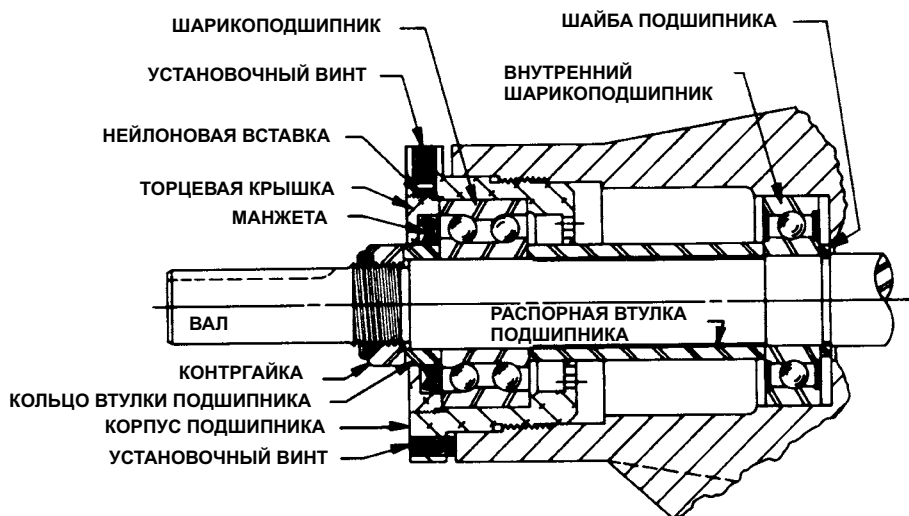

РИСУНОК 10 - БЛОК УПРОНОГО ПОДШИПНИКА ДЛЯ МОДЕЛЕЙ AS, АК И AL
**AS, AK, AL:** Снимите с вала распорную втулку подшипника. См. **рис. 10** на стр. 6.
11. **AS, AK, AL:** Снимите шайбу подшипника. Эта шайба может сняться вместе с ротором и валом, либо остаться на подшипнике. См. **рис. 10**.
**AS, AK, AL:** Ослабьте два установочных винта на внешнем диаметре фланца. Отвинтите торцевую крышку и манжету, вращая их против часовой стрелки. Снимите корпус подшипника. См. **рис. 10**.
**AS, AK, AL:** Установите распорную втулку, уперев ее в однорядный шарикоподшипник. См. **рис. 10** на стр. 6.
**AS, AK, AL:** Установите шарикоподшипник в отверстие корпуса. Вставьте манжету в торцевую крышку корпуса подшипника. Манжета должна быть направлена к концу вала. Поместите кольцо распорной втулки подшипника в манжету и установите в корпус подшипника, а затем плотно затяните установочные винты. См. **рис. 10** на стр. 6.